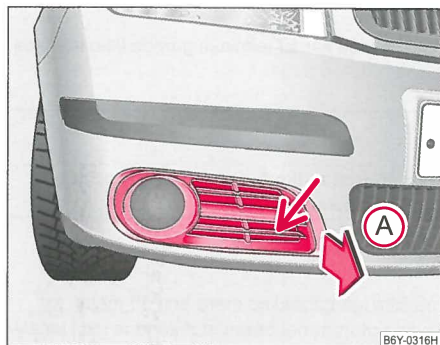

Fig. 164 Forreste støddæmper: Beskyttelsesgitter
- Tag fat i beskyttelsesgitteret på det sted, der er markeret med pil ⇒ fig. 164.